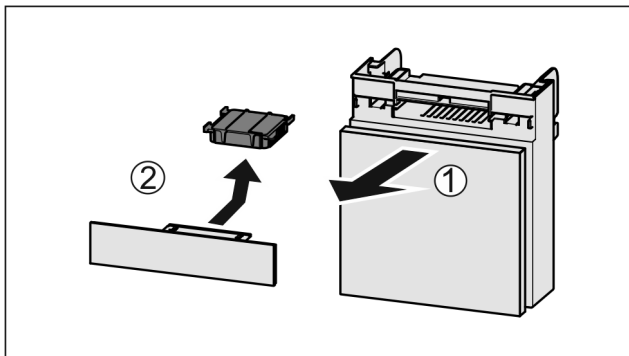

Fig. 72
- ▶ Extraire le compartiment par l'avant Fig. 72 (1).
- ▶ Sortir le filtre à charbon actif Fig. 72 (2).